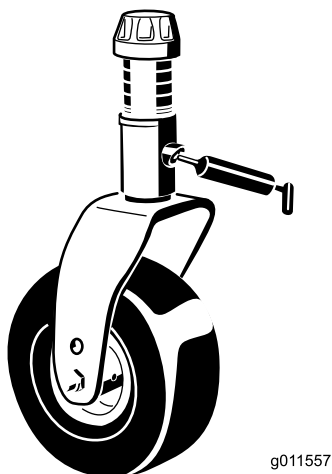

Figura 18
- Casquilhos do eixo da forquilha da roda giratória (2)(Figura 18)